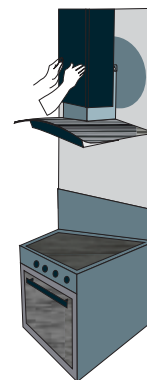
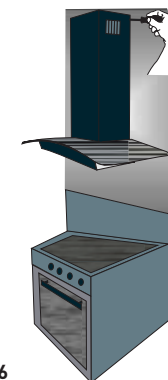

Рис. 25
Рис. 26
9. Поместите внутренний декоративный короб в наружный. Установите наружный короб на корпус вытяжки и закрепите его винтами (Рис. 25). Внутренний короб поднимите вверх до совмещения узлов крепления короба и планки и соедините их винтами (Рис. 26)